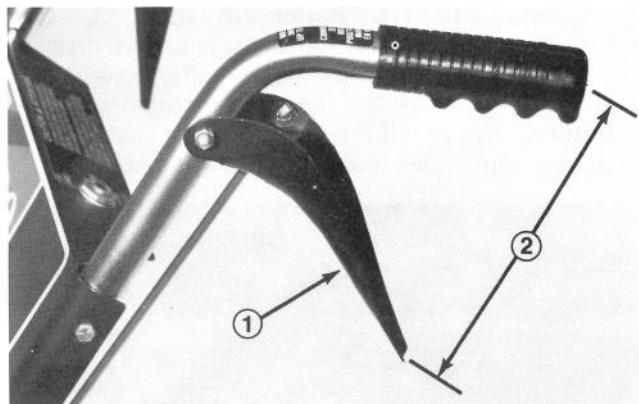
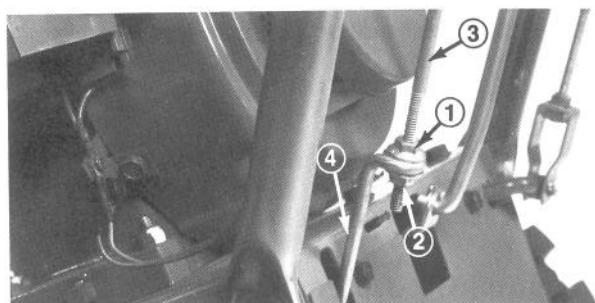

Abb. 34
Abb. 33
1. Muttern, welche das obere Antriebsgestänge auf das untere festhalten, lösen (Abb. 33),
2. Obere Mutter einstellen (Abb. 33), bis der Abstand zwischen der Mitte des Griffholms und dem oberen Teil der Antriebskontrollstange ca. 20,3 cm beträgt. (Abb. 34).